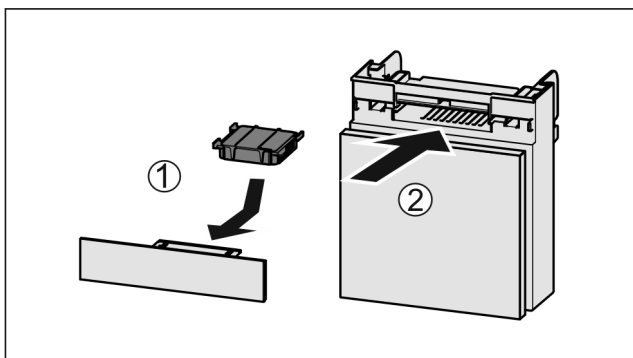

Fig. 63
- ▶ Wkładać Fig. 63 (1) filtr z węglem aktywowanym zgodnie z ilustracją.
- ▶ Wsunąć komorę Fig. 63 (2).